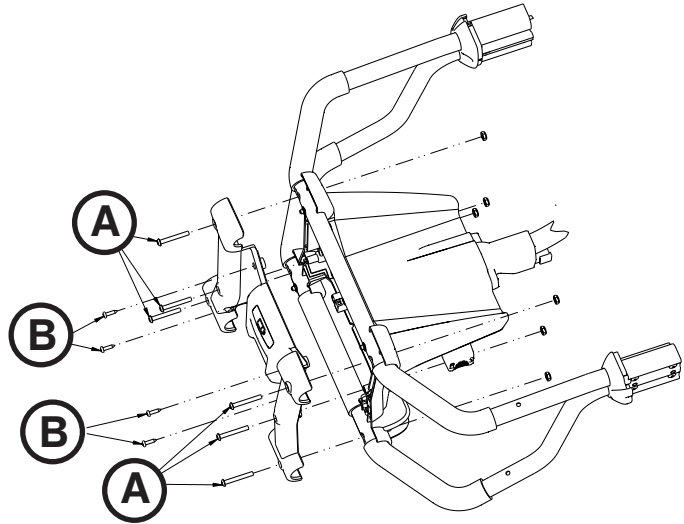

Figure 62
3. A l'aide d'un tournevis Torx T25, retirer les six vis à tête ronde extérieures (A) de la plaque avant (Figure 62). Conserver les vis pour les réinstaller.
4. A l'aide d'un tournevis Torx T20, retirer les quatre vis delta intérieures (B) de la plaque avant pour pouvoir la retirer (Figure 62). Conserver toutes les vis et la plaque avant pour une réinstallation.